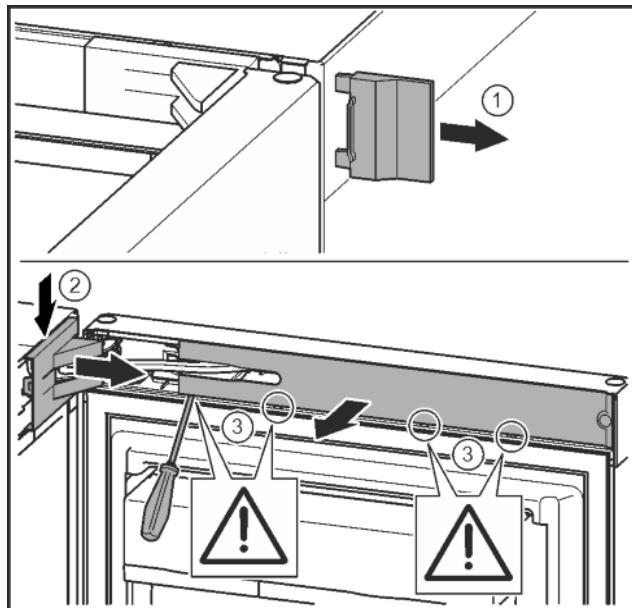

Fig. 7
- Зніміть зовнішню кришку. Fig. 7(1)
► Звільніть і ослабте кришку опорного кронштейна. Зніміть кришку опорного кронштейна. Fig. 7(2)
► За допомогою шліцевої викрутки звільніть від фіксатора та поверніть убік накладку. Fig. 7(3)